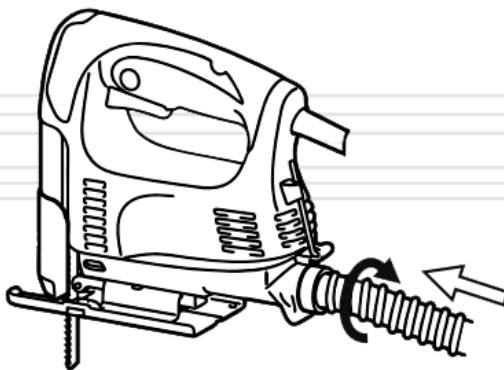

Рисунок 6. Схема приєднання пилососа до патрубка виробу.
5.2.3 Налаштування системи відводу пилу із зони різу (рис.6).